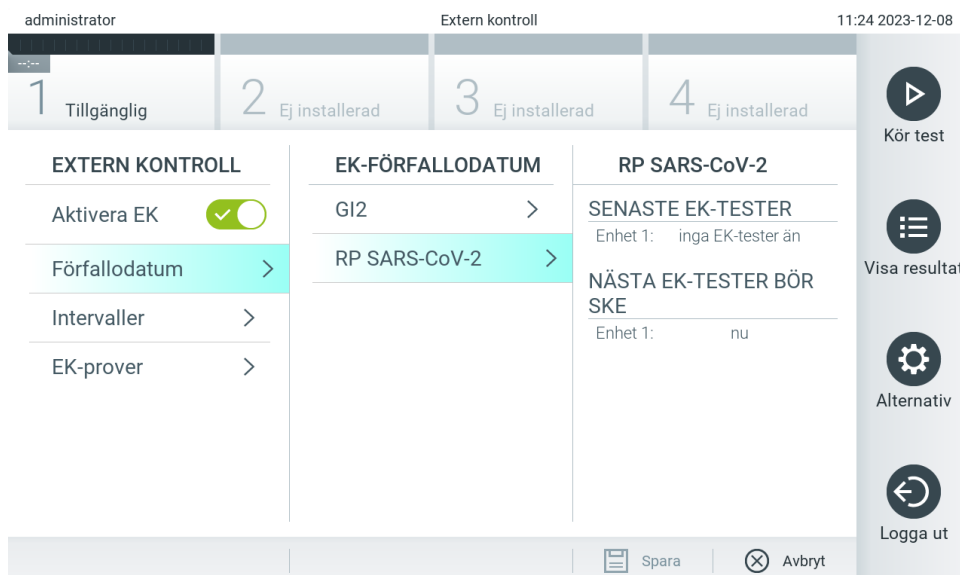

Bild 76. Skärmen External Control Due Dates (Förfalldatum för extern kontroll).
- Välj **Due Dates** (Förfalldatum) och sedan en analys från listan för att se när det senaste testet för extern kontroll utfördes per analys och analytisk enhet samt när nästa test för extern kontroll ska ske senast (bild 76).